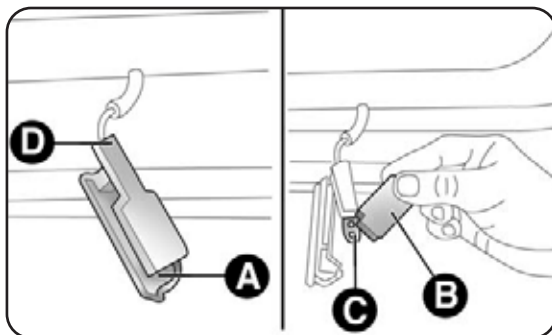

fig. 38
- apri la porta ed estrai la plafoniera spingendo con un cacciavite sulla molletta A-fig. 38;